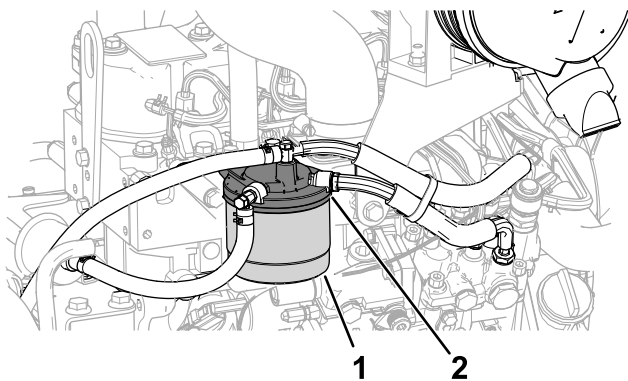

Figure 58
- Nettoyez la surface autour de la tête du filtre à carburant (Figure 58).
2. Déposez le filtre et nettoyez la surface de montage de la tête du filtre (Figure 58).